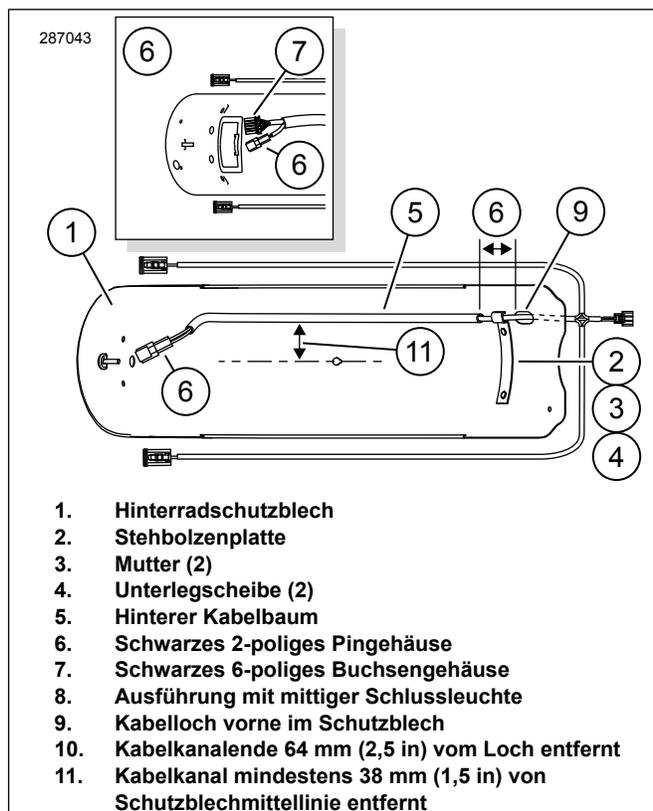

Abbildung 2. Einbau des Kabelbaums des Hinterradschutzblechs
1. Siehe Abbildung 2. Die Unterseite des Schutzblechs (1) entlang des Kabelbaummontagepfads mit einer Mischung aus 50 Prozent Isopropylalkohol und 50 Prozent destilliertem Wasser, wie gezeigt, reinigen. Vollständig trocknen lassen. Keine Lösungsmittel oder scharfe Chemikalien verwenden, welche die lackierte Flächen beschädigen.